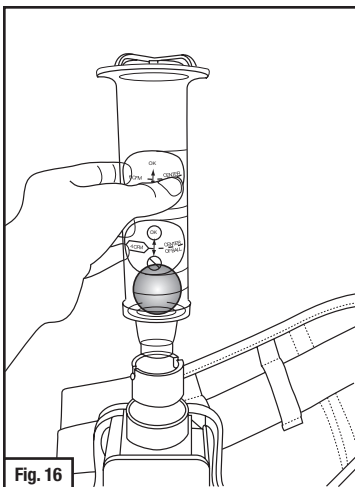
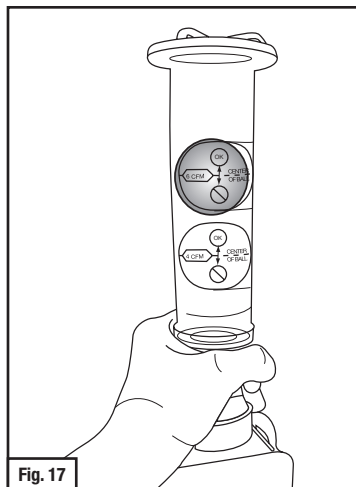

Fig. 16
Fig. 17
- c. Adaptateur V-199 : Insérer l'extrémité dans l'orifice de l'adaptateur (Fig. 16) et maintenir le débitmètre à la verticale à l'aide du pouce et de l'index pour couvrir les deux fentes de verrouillage pour tuyau de respiration du connecteur (Fig. 17).
8. Pièces faciales à ajustement lâche : La bille doit se trouver à égalité ou au-dessus du cercle d'essai supérieur (6 pi3/min) (Fig. 17).